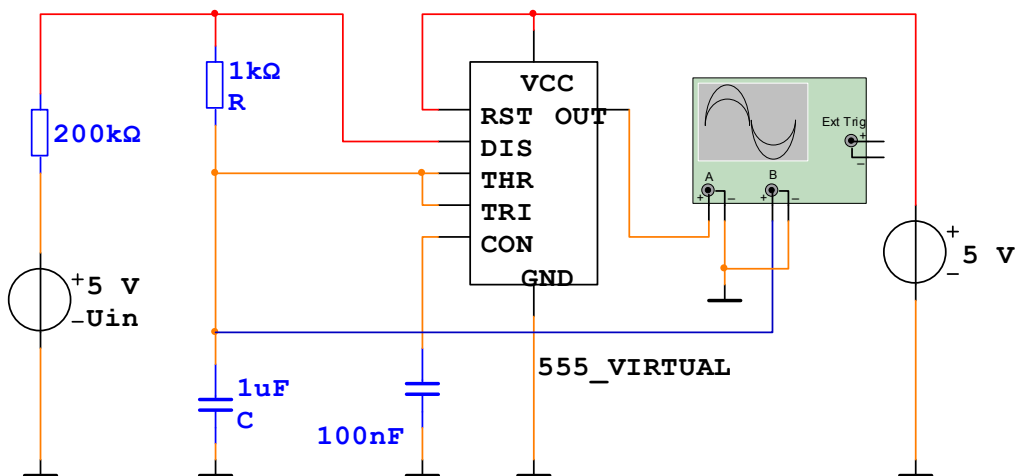

Рис.13.3
13.2.6. Для исследования преобразователя напряжения в частоту на интегральном таймере NE555 соберите схему, изображенную на рис. 13.3.